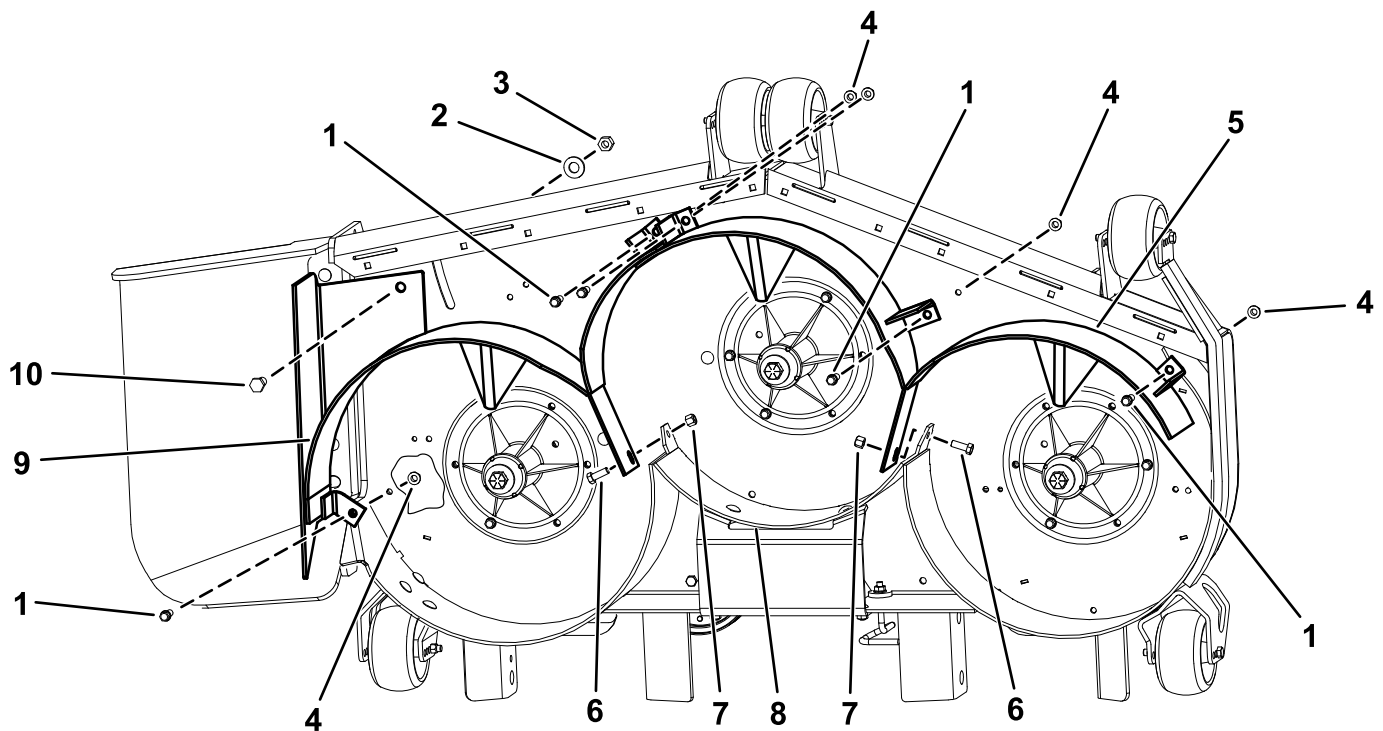

Figura 2
1. Instale o abafador direito na plataforma (Figura 2).
2. Prenda sem apertar o abafador direito na parte superior da plataforma utilizando um parafuso ($\frac{1}{2}$ pol. x 1 pol.), dois parafusos autorroscantes ($\frac{3}{8}$ x 1 pol.), uma porca ($\frac{1}{2}$ pol.), uma anilha ($\frac{1}{2}$ pol.) e duas porcas de bloqueio ($\frac{3}{8}$ pol.) como se mostra na Figura 2.
3. Instale sem apertar o abafador direito no abafador traseiro utilizando um parafuso ($\frac{3}{8}$ x 1 pol.) e uma porca ($\frac{3}{8}$ pol.) como se mostra na Figura 2.
4. Instale o abafador esquerdo na plataforma (Figura 2).
5. Instale sem apertar o abafador esquerdo na parte superior da plataforma com 3 parafusos autorroscantes ($\frac{3}{8}$ pol. x 1 pol.) e três porcas flangeadas ($\frac{3}{8}$ pol.), como se mostra na Figura 2.
6. Instale sem apertar o abafador esquerdo no abafador traseiro utilizando um parafuso ($\frac{3}{8}$ x 1 pol.) e uma porca ($\frac{3}{8}$ pol.) como se mostra na Figura 2.